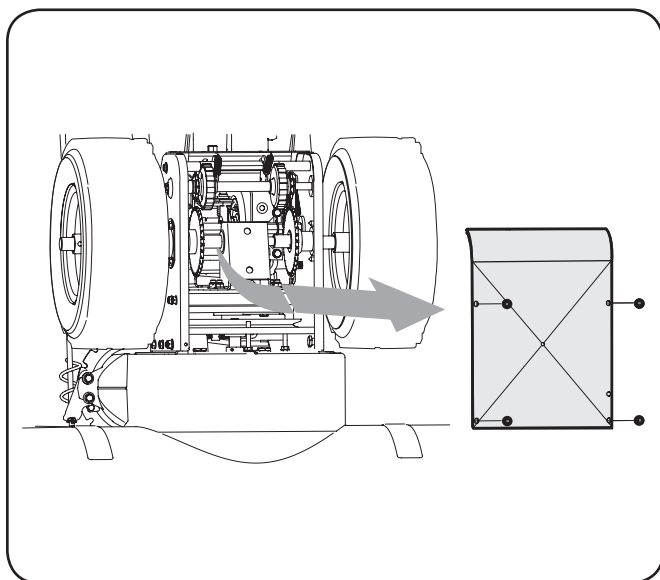

Figura 6-6
2. Saque la cubierta del marco desde debajo de la máquina quitanieve retirando los tornillos autorroscantes que la sujetan. Consulte la Figura 6-6.
1. Con la máquina quitanieve inclinada hacia adelante (asegúrese de drenar la gasolina), retire la cubierta del marco por debajo de la máquina extrayendo los tornillos autorroscantes. Vea la Figura 6-6.